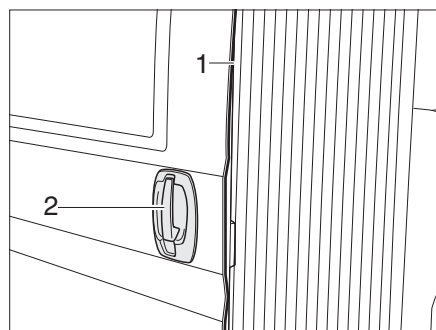

Bild 22 Schiebetür, elektrisch - Türgriff außen
- ▷ Um Quetschungen an der elektrischen Schiebetür zu vermeiden, befindet sich an der Schließkante eine Kontaktleiste (Bild 22,1). Bei Berührung wird die Bewegung der Schiebetür sofort gestoppt.
- Öffnen:** ■ Am Türgriff (Bild 22,2) ziehen. Die elektrische Schiebetür fährt bis zum Anschlag auf.
- Schließen:** ■ Am Türgriff (Bild 22,2) ziehen. Die elektrische Schiebetür schließt sich und fährt in das Türschloss.